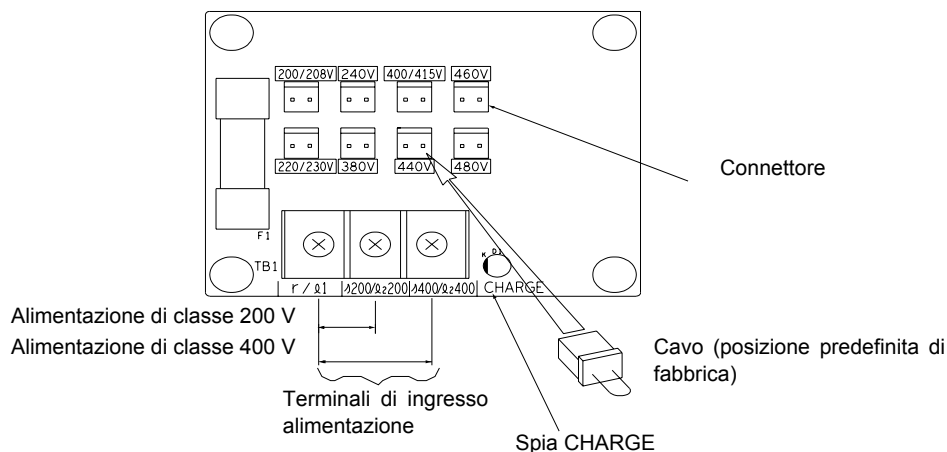

Fig. 4.2 Collegamenti per inverter ad alta capacità
4. Inserire il cavo di accoppiamento nel connettore appropriato per la tensione dell'inverter (vedere la Fig. 4.2).